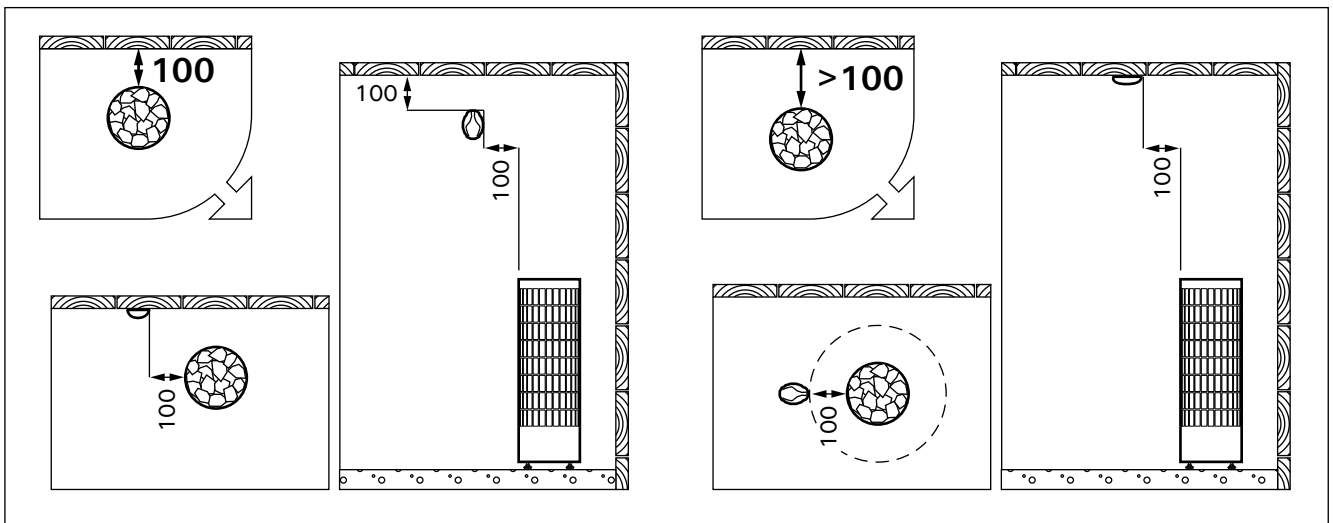

Рисунок 8. Установка датчиков (РС-E) (все размеры приведены в миллиметрах)
- Установите датчик (WX248) на стену сауны, как показано на рис. 8. При установке каменки от стены далее, чем 100 мм, датчик должен быть установлен на потолок.